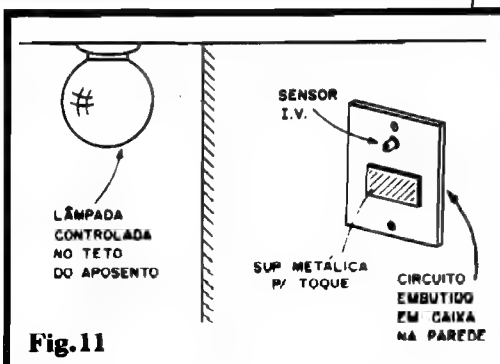

Fig.11
- **FIG. 11 - OUTRO EXEMPLO APLICATIVO...** - Num quarto de dormir, ficará elegante, prática e funcional a instalação do DICOR no controle efetivo da própria iluminação de teto! Para tanto, a caixa original do interruptor da lâmpada do local, na parede, deverá ser eventualmente substituída por um modelo maior (4" x 4"), ou ainda instalada na forma de uma caixa totalmente externa à parede... Em qualquer das opções, é recomendável que haja uma linha de visada entre a cama do "folgado" operador e a posição final do módulo "B", na parede... O foto-sensor I.V. e a própria plaquinha de controle por toque (nesse caso não é mais "opcional", pois se requer a possibilidade de operação manual "direta"...), devem ficar no painel mais evidente da caixa ou no "espelho" da parede... Dessa forma, entrando ou saindo do quarto, o operador respectivamente poderá **ligar** ou **desligar** a lâmpada com um breve toque de dedo sobre a plaquinha sensora... Já, estando na cama, acionará e regulará a luminosidade ambiente (podendo também desligá-la, se quiser...) com o módulo "A", cujo "lugar de ficar" mais óbvio é o... criado mudo!